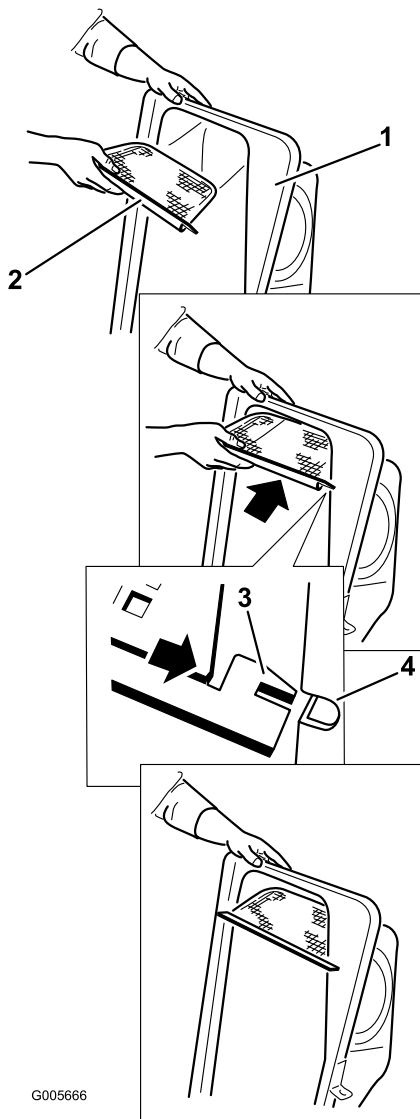

Figura 20
- Montate la griglia come illustrato nella Figura 20 e verificate che sia inclinata verso i cestini di raccolta.